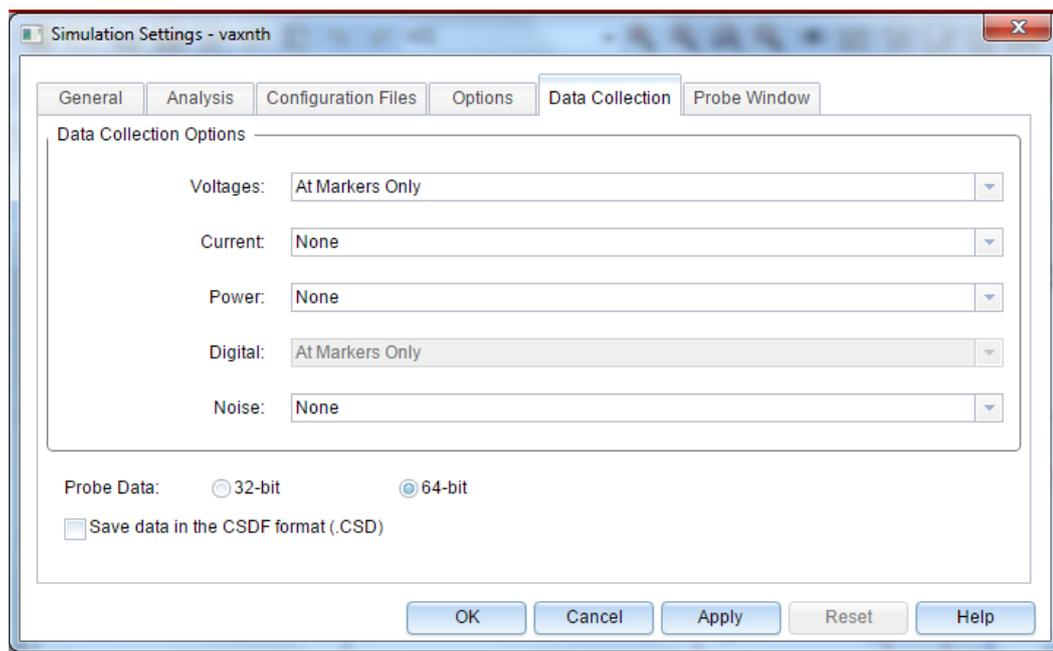

Рис. 4.15. Сбор данных только напряжений с маркеров
1. В меню PSpice выберите Edit Simulation Profile и на вкладке Data Collection установите только Voltages>At Markers Only. Остальные данные не будут вычисляться. Нажмите «ОК» (рис. 4.15).